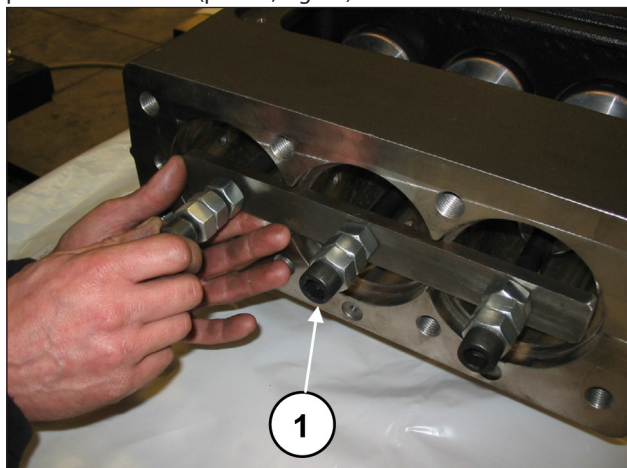
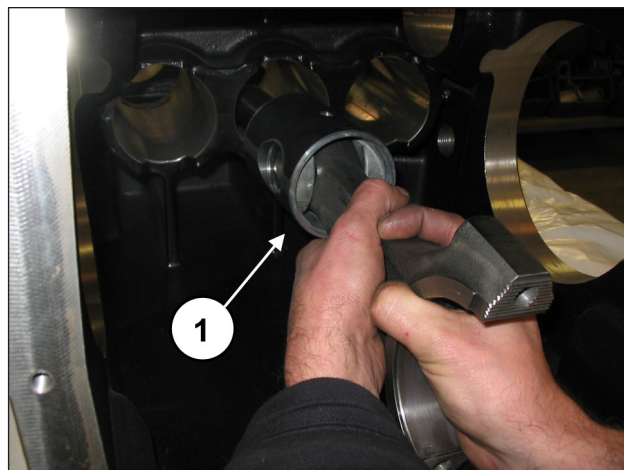
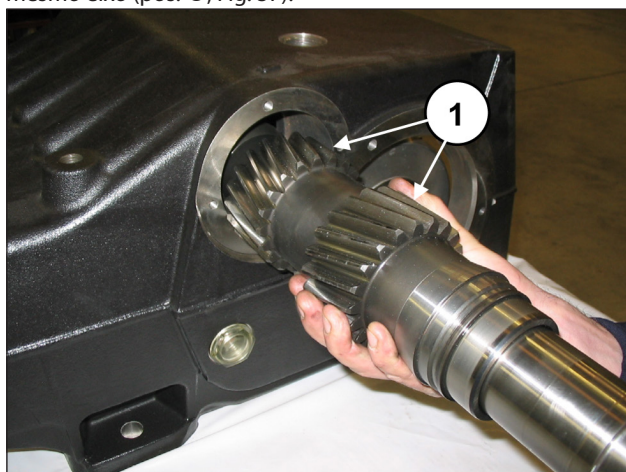

Fig. 41
Fig. 42
Fig. 56
Prossiga com o desapertar dos parafusos da ferramenta, cód. 27566200 para desbloquear as hastes (pos. ①, Fig. 41) e, em seguida, extraia os grupos da haste-guia do pistão da abertura posterior do cárter (pos. ①, Fig. 42).
Depois de ter verificado a limpeza correta do cárter, insira o grupo da semi-haste-guia do pistão no interior das varas do cárter (pos. ①, Fig. 42).
Bloqueie os três grupos da ferramenta adequada, cód. 27566200 (pos. ①, Fig. 41).
Remova a ferramenta para o bloqueio das bielas, cód. 27566200 (pos. ①, Fig. 41) e deslize as hastes para trás até entrar em contato com o eixo de manivela. Insira o eixo PTO pré-montado no interior do cárter (pos. ①, Fig. 56) inserindo-o do lado oposto em que foram pré-montados o anel externo do rolamento e o casquilho de lubrificação dos rolamentos.
A inserção do eixo PTO no cárter deve ser efetuada, de modo que os dentes fiquem voltados conforme na Fig. 56.